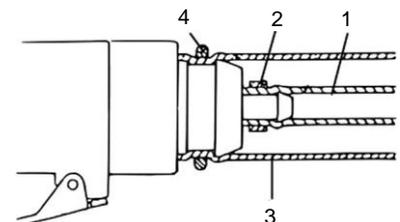

Fig. 5.2 – Conexión de aire comprimido
**EFA 2000** (véase fig. 5.2)
- Introduzca la manguera de aire comprimido (1) hasta el tope. Empuje la abrazadera de manguera (2) hasta la posición deseada y sujétela con unas pinzas adecuadas.
- Empuje la manguera de escape (3) y lleve la junta tórica (4) a la posición de apriete.